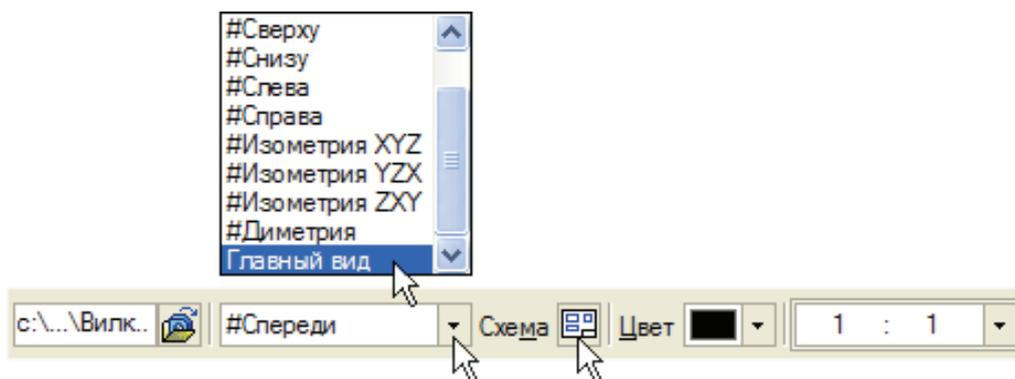

Рис. 8.9
- На панели **Свойства** (в нижней части экрана) выберите вместо вида **#Спереди** созданный вами в трехмерной модели **Главный вид** (рис. 8.9).